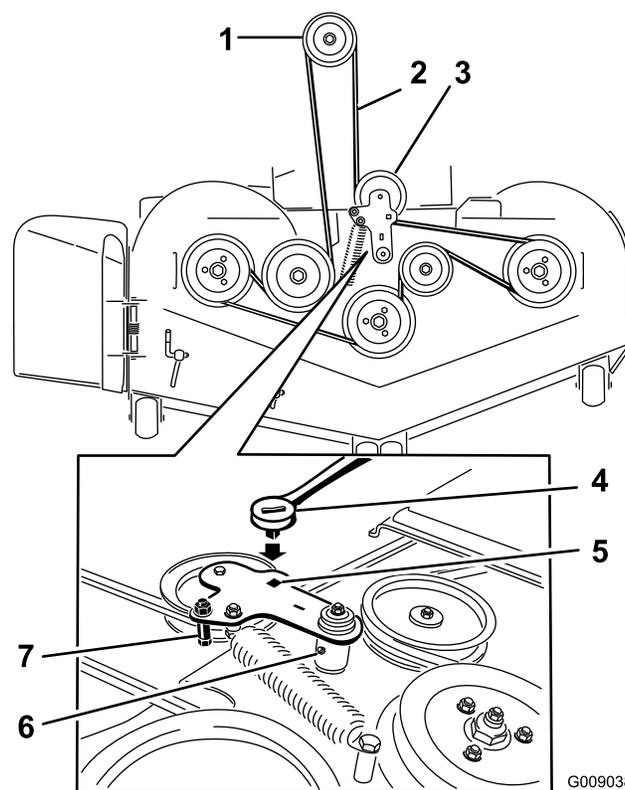

Figure 105
5. Soulevez le bac de plancher et insérez un rochet dans le trou carré de la poulie de tension du tablier (Figure 105).
6. Tournez la poulie de tension dans le sens horaire et déposez la courroie du tablier (Figure 105).